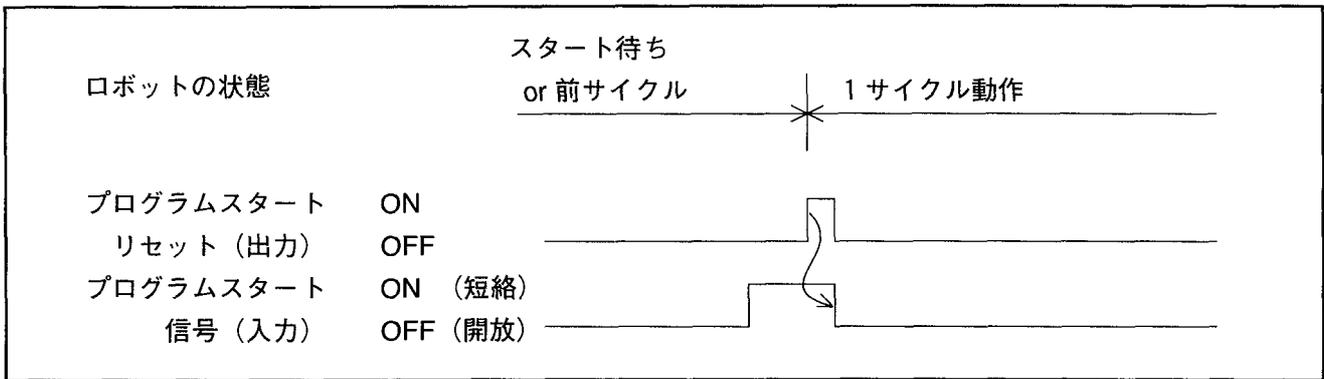

図5-33 プログラムスタート信号立ち下げのタイミング例
②プログラムスタート信号立ち下げ (OFF) のタイミング例
- a) ロボット専用出力 (プログラムスタートリセット出力) でプログラムスタート信号を立ち下げる方法を図5-33に示します。